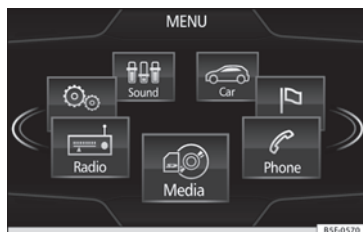

Fig. 27 Ver localização na Fig. 3
- Pressione o botão Easy Connect »» Fig. 27.